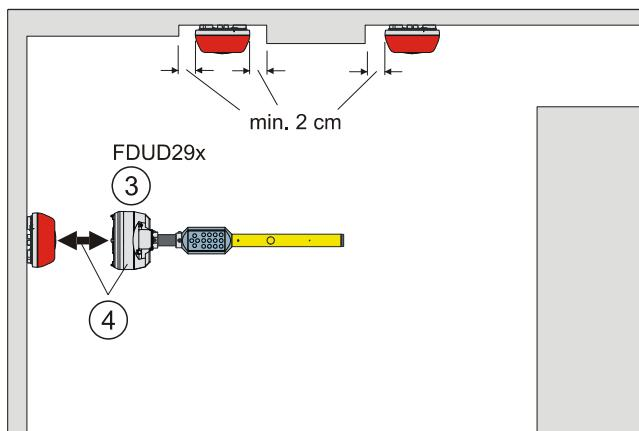

Fig. 4
- For commissioning and maintenance purposes the alarm sounder must be easily accessible. This way communication via interface (MC-Link) to the detector exchanger and tester FDUD29x is possible (Fig. 4).
- Für die Inbetriebnahme und Wartung muss der Alarmtongeber gut zugänglich sein, damit er über die Schnittstelle (MC-Link) zum Prüfpflücker FDUD29x kommunizieren kann (Fig. 4).
- Pour la mise en service et la maintenance, le diffuseur sonore doit être aisément accessible pour pouvoir communiquer avec l'échangeur et testeur de détecteur FDUD29x via l'interface (MC-Link) (Fig. 4).
- Para la puesta en servicio y el mantenimiento, la sirena de alarma tiene que estar bien accesible para que pueda comunicarse a través de la interfaz (MC-Link) con el extracto/probador de detectores FDUD29x (Fig. 4).
- La sirena d'allarme deve essere facilmente accessibile per la messa in servizio e gli interventi di manutenzione, in modo che possa comunicare con l'estrattore e tester FDUD29x tramite l'interfaccia (MC-Link) (Fig. 4).